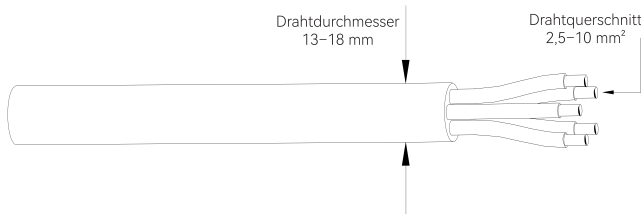

Abbildung 5-4
② Wählen Sie gemäß Abbildung 5-4 ein geeignetes Kabel aus, schälen Sie den Mantel des Wechselstromkabels 50 mm weit ab und isolieren Sie das Ende der 3L-/PE-/N-Leiter 8 mm weit ab.